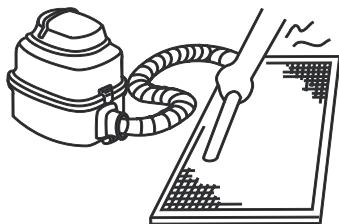

Рис. 15.2
- а) Во время чистки пылесосом приточная сторона фильтра должна быть направлена вверх (см. рис. 15.2).